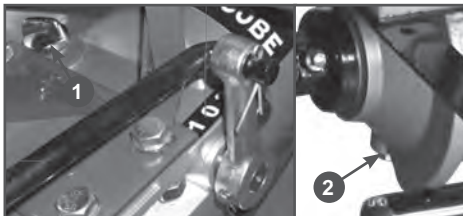

Рис. 20 Отверстия для замены трансмиссионного масла
передач. Выкрутите крышку-щуп 1 (Рис. 20) горловины, протрите щуп насухо.
- Открутите сливной болт 2 (Рис. 20) и слейте масло в специальную емкость.